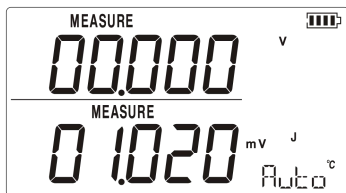

图 5.1-3
4. 如有需要，可按  键查看当前毫伏值，界面如图 5.1-3 所示，毫伏值持续显示 3s 后自动返回原先的显示界面。